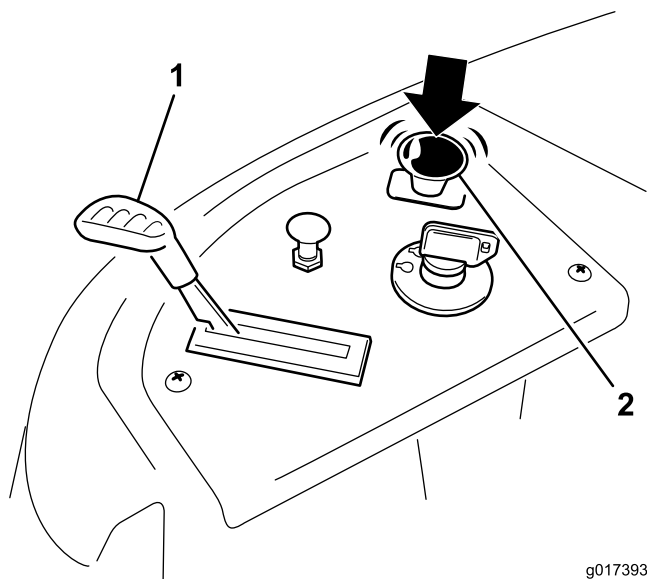

Figure 11
2. Désengagez les lames en plaçant la commande des lames en position Désengagée (Figure 11).